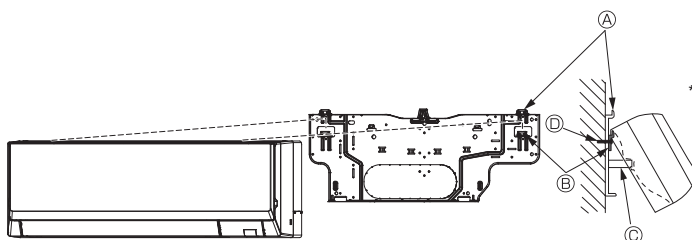

Fig. 3-12
• Wenn sich das Innengerät mit dem regulären Haken (Abmessung von 2.1. ⓐ (Abstand zwischen Decke und Gerät) beträgt 75 mm oder weniger) nicht anheben und aufhängen lässt, hängen Sie das Gerät an den unteren Haken für die linke Rohrleitung. (Fig. 3-12)
(Fig. 3-12)